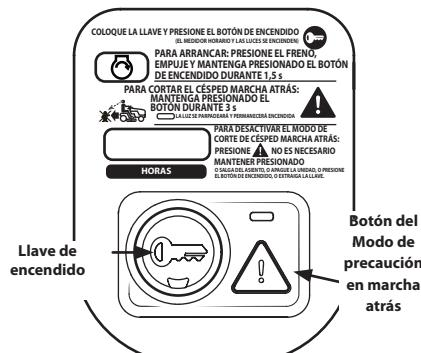

Figura 3-2
- Mantenga presionado el botón MODO DE PRECAUCIÓN EN MARCHA ATRÁS (R) durante 3 segundos. La luz indicadora parpadeará durante 3 segundos y permanecerá encendida cuando se active el MODO DE PRECAUCIÓN EN MARCHA ATRÁS. Vea la Figura 3-2.
- La luz indicadora ubicada encima del MODO DE PRECAUCIÓN EN MARCHA ATRÁS (R) estará ENCENDIDA mientras este modo esté activado. Vea la Figura 3-2.